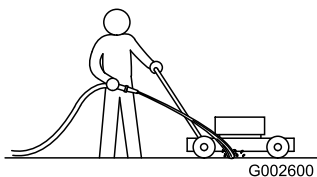

Figura 22
3. Com o motor a funcionar e a lâmina engatada, deixe correr água em frente da roda traseira **direita** (Figura 22).